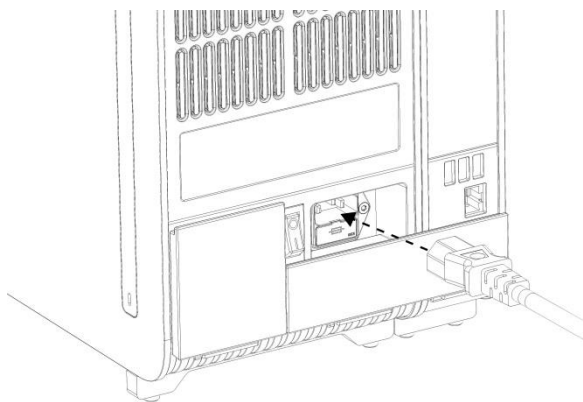

Figura 7. Collegamento del cavo di alimentazione.
7. Collegare il cavo di alimentazione fornito con il QIAstat-Dx Analyzer 1.0 sul retro del modulo analitico (Figura 7).